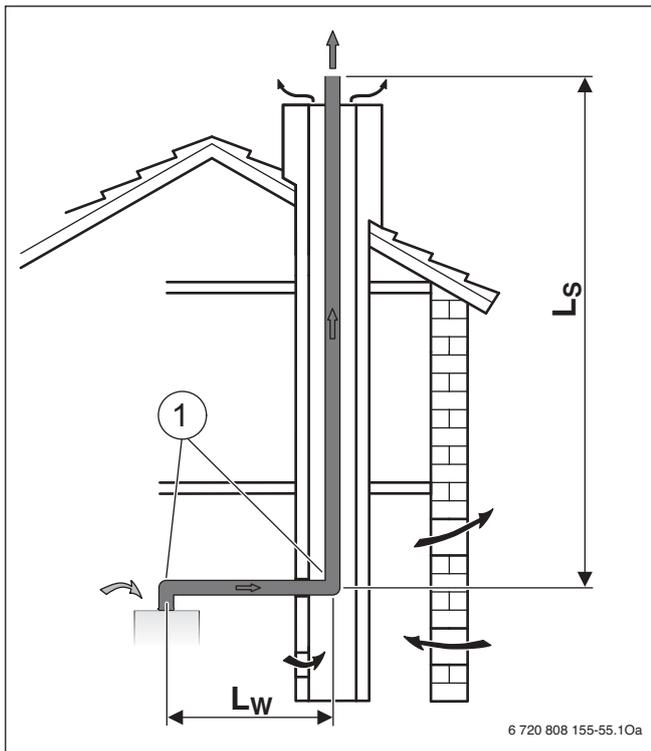

Fig. 19 Intubamento condotti in configurazione B₂₃
- Evacuazione fumi come singolo condotto (B_{23} → Fig. 19 e 20):
Se i fumi sono convogliati tramite sistema di evacuazione con ventilazione secondaria, non è richiesto alcun intervento di pulizia (→ Fig. 19, 20, 22).